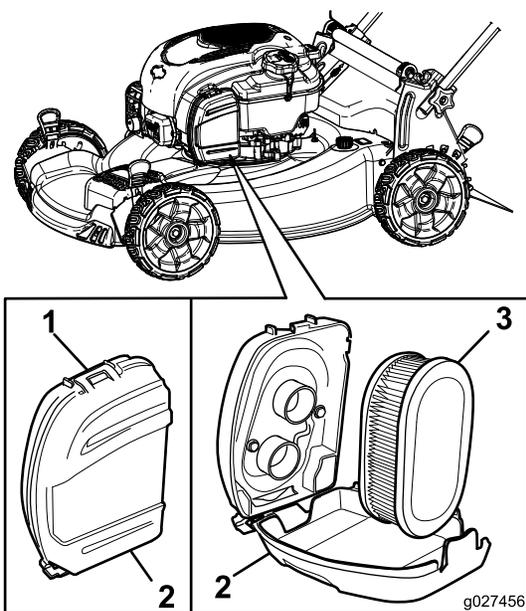

Figure 22
1. Déclipsez le couvercle du filtre à air (Figure 22).
2. Déposez le filtre à air (Figure 22).